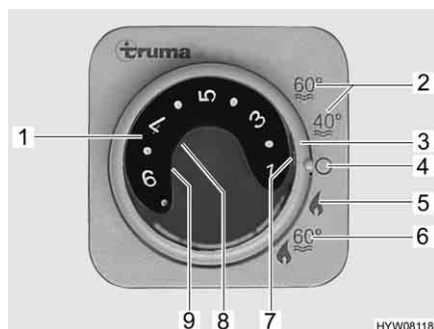

Fig. 113 Centralina di controllo per riscaldamento/boiler
- Impostare la modalità di funzionamento tramite l'interruttore girevole (Fig. 113,3).
A seconda della temperatura ambiente desiderata, il riscaldamento seleziona automaticamente il livello del bruciatore necessario. Al raggiungimento della temperatura ambiente desiderata, il bruciatore si spegne. Durante la modalità di funzionamento "Riscaldamento e boiler" (Fig. 113,6) è riscaldata anche l'acqua nel boiler. Nella modalità di funzionamento "Riscaldamento senza boiler" (Fig. 113,5) è possibile far funzionare il riscaldamento con il boiler vuoto.
- Impostare la manopola della temperatura (Fig. 113,1) sulla centralina di controllo scegliendo la potenza desiderata.
- Posizionare l'interruttore girevole (Fig. 113,3) su funzionamento invernale "Riscaldamento senza boiler" (Fig. 113,5) o "Riscaldamento e boiler" (Fig. 113,6).
Si accende la spia verde di controllo (Fig. 113,7).
- Posizionare l'interruttore girevole (Fig. 113,3) su "O" (Fig. 113,4).
La combinazione funzionamento a gas e funzionamento elettrico a 230 V diminuisce il tempo di riscaldamento del veicolo (è possibile solo se il riscaldamento viene impostato sulla centralina di controllo (Fig. 113) su funzionamento invernale).